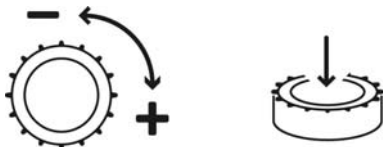

Fig. 11: azionamento della manopola di comando
$n=f(AI)$ (funzionamento come servomotore – vedi fig. 11)
- Il **display LCD** mostra gli stati di funzionamento delle pompe, del regolatore e del convertitore di frequenza. Per mezzo della manopola di comando è possibile operare la scelta del menu e l'immissione dei parametri. Per modificare valori o scorrere attraverso un livello di menu è necessario ruotare la manopola, per la selezione e la conferma occorre premerla (fig. 11).